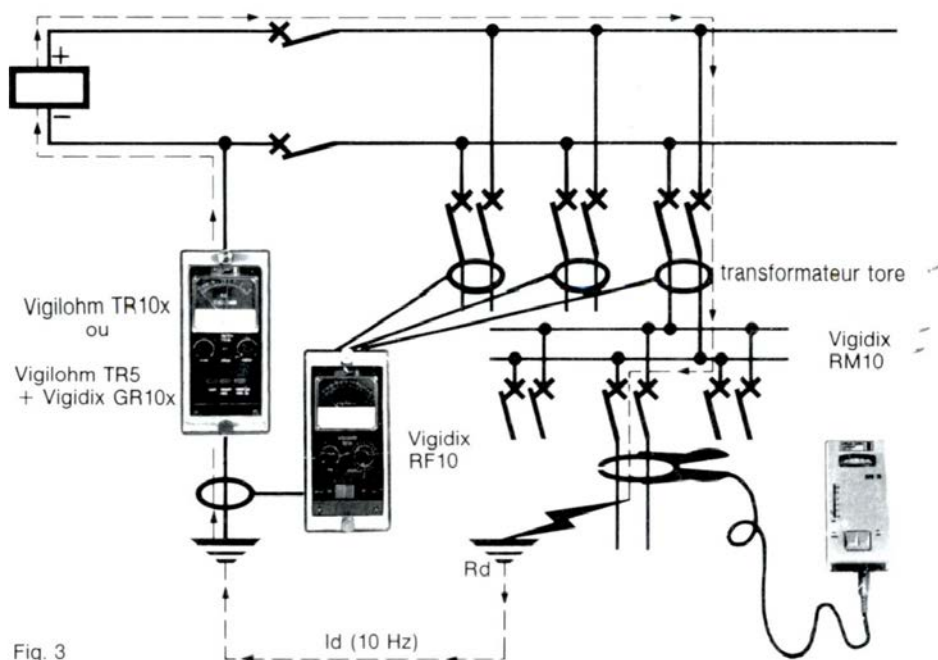

Fig. 3
2. pour effectuer sous tension la recherche du défaut (amélioration des conditions d'exploitation : fig. 3)